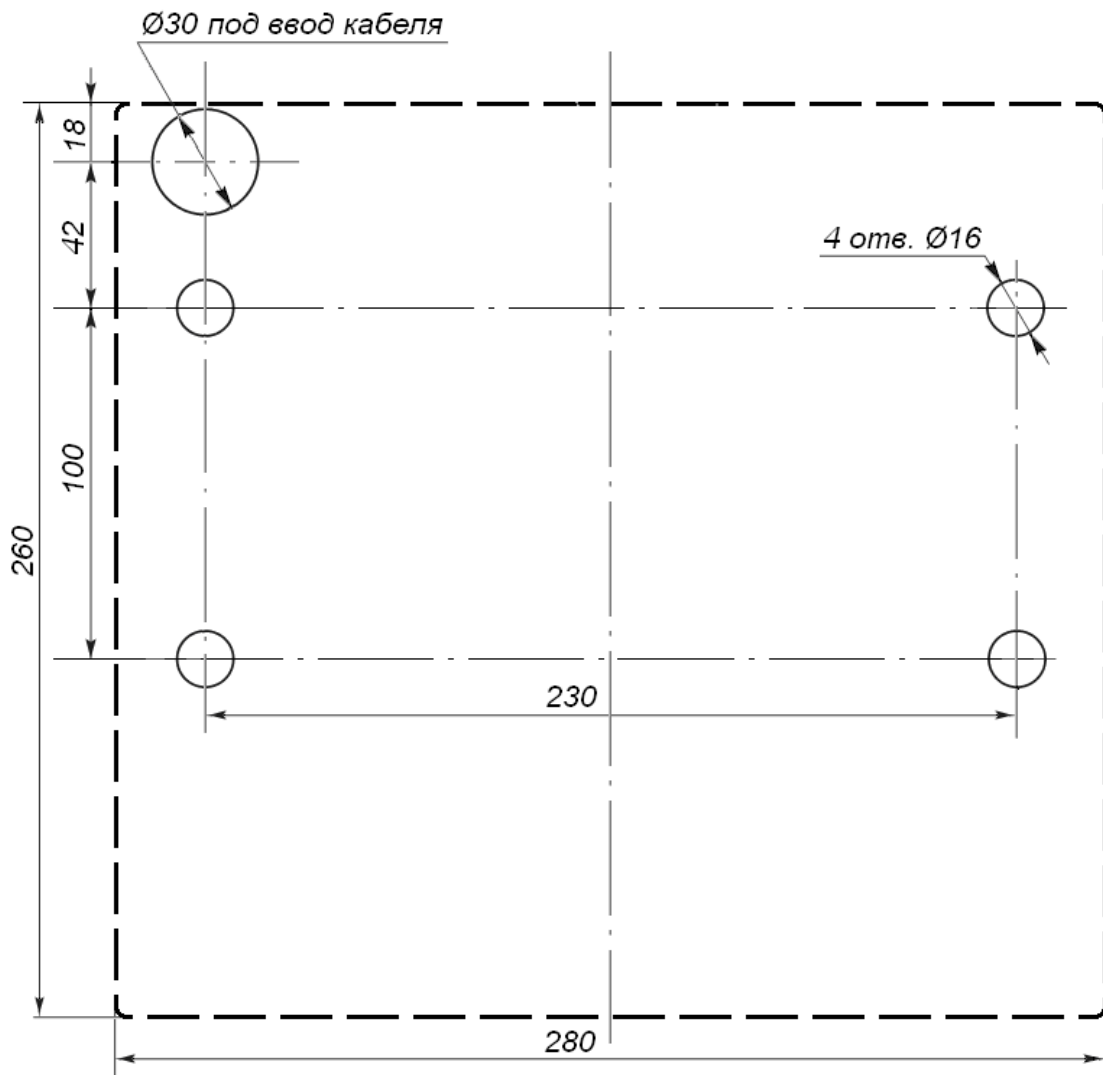

Рисунок 9. Разметка отверстий в полу под крепление стойки турникета и отверстия для ввода кабелей (пунктиром показаны габариты основания турникета)
- 1 Подготовьте в полу отверстия под гильзы анкеров (15) для крепления стойки турникета (схема разметки отверстий – см. рис. 9).
- 2 Вставьте гильзы анкеров в выполненные отверстия так, чтобы они не выступали над поверхностью пола. Установите стойку турникета на гильзы анкеров и закрепите ее болтами М10. Установите заглушки (14).
При необходимости прокладки кабелей под поверхностью пола подготовьте в полу кабельный канал, подходящий к отверстиям для ввода этих кабелей в стойку турникета (рис. 9). Установку и крепление стойки турникета производите после прокладки всех кабелей в кабельном канале и внутри стойки турникета.